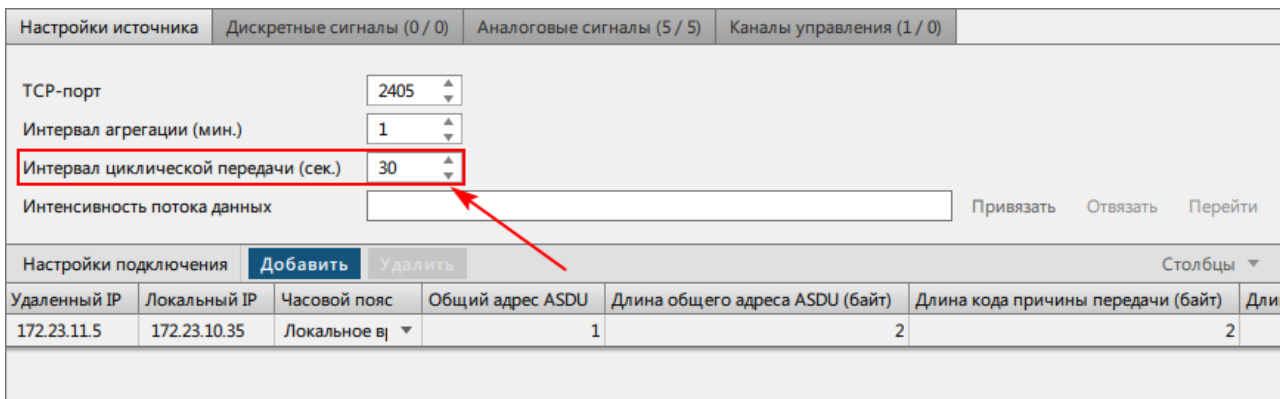

Рисунок 255 - Интервал циклической передачи
1. Назначьте интервал циклической передачи в секундах во вкладке **Настройки источника** (Рисунок 255).